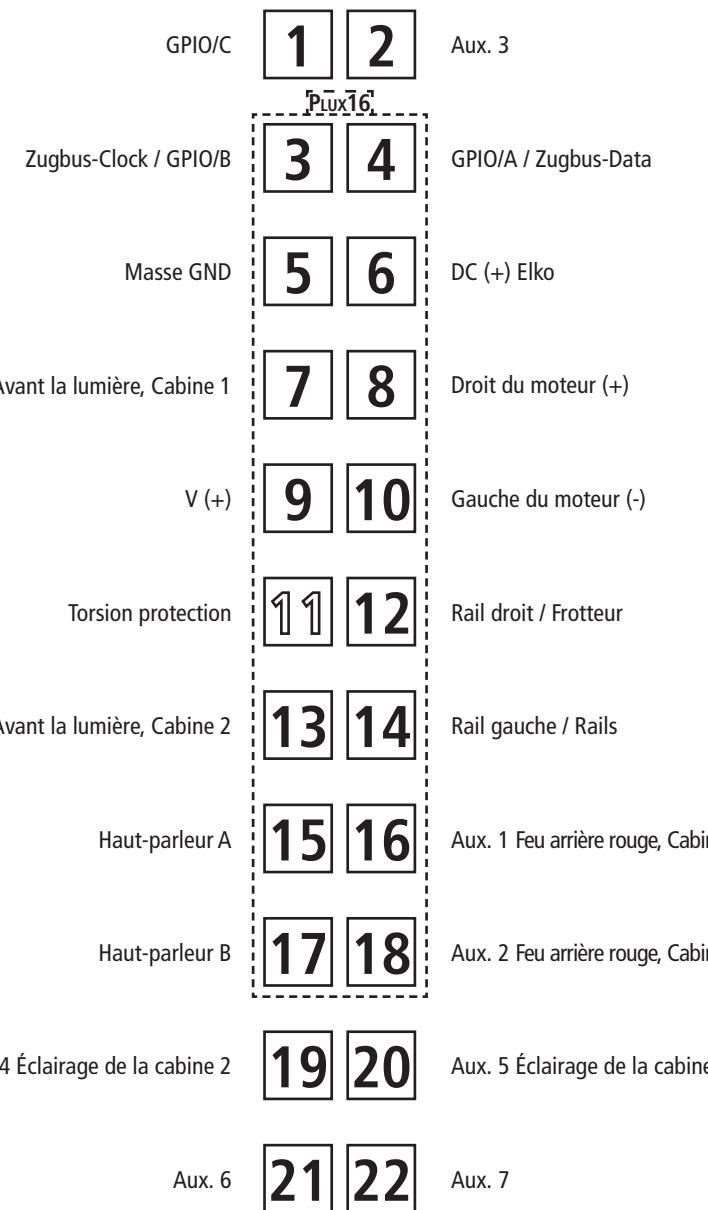
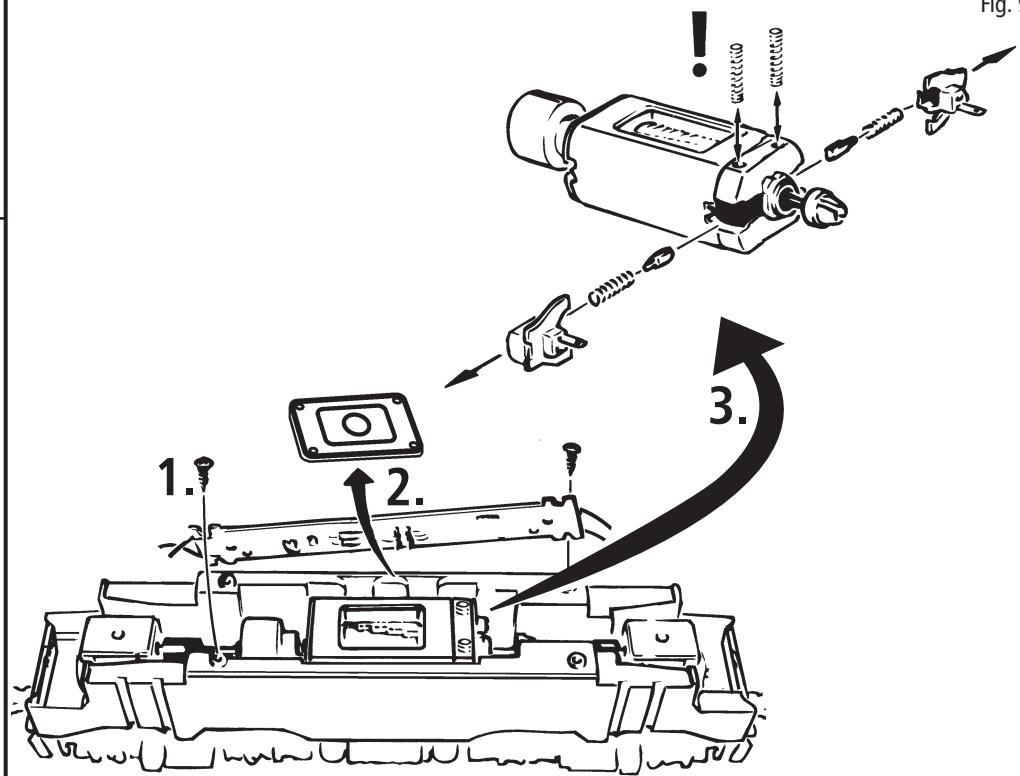
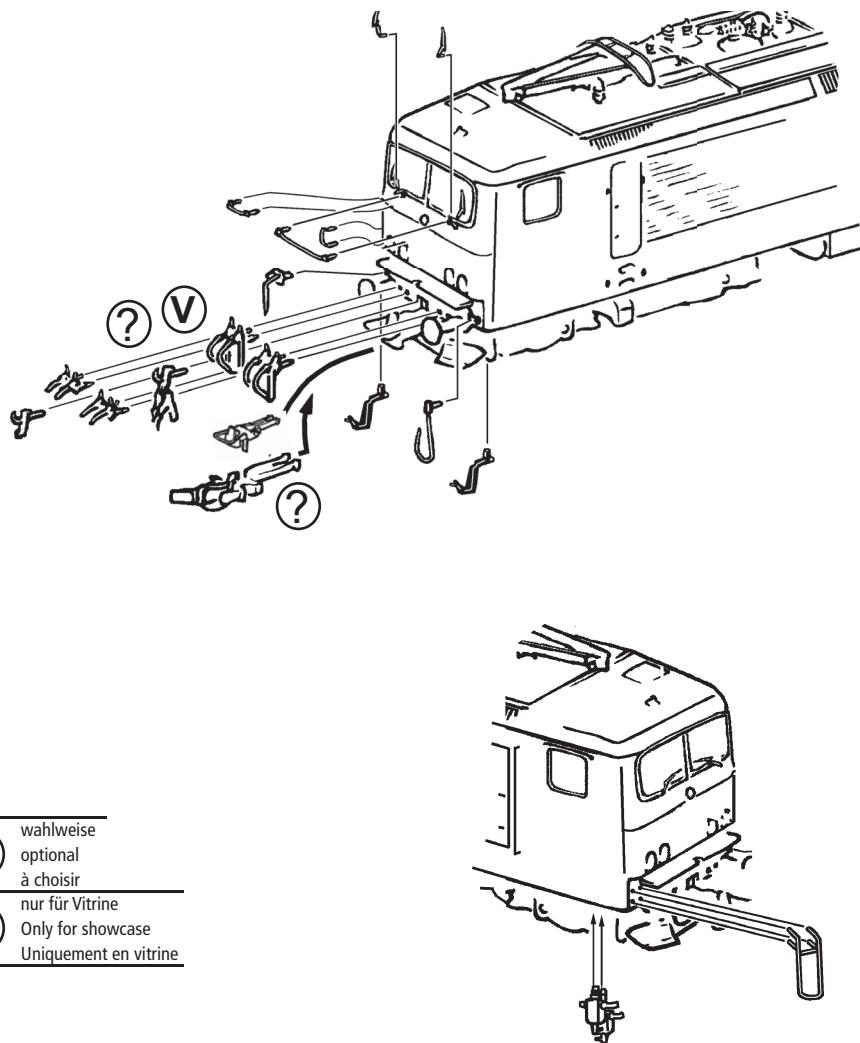

Fig. 5
Fig. 10
Fig. 3
**2. Schmierung:** Versiehen Sie die im Schmierplan in Fig. 5 gekennzeichneten Stellen mit nur **kleinen Öltropfen**. Dazu zuerst das Lokgehäuse abnehmen (Fig. 3). Wir empfehlen den ROCO **Öler Art.-Nr. 10906**. Fürs Schmieren der Getriebeteile (Zahnräder, Schnecke) empfehlen wir das **ROCO-Spezialfett Art.-Nr. 10905**. Im Falle der Schmierung diese Teile **nicht ölen**.
**Mehrzugbetrieb:** Zuerst Lokgehäuse abnehmen (Fig. 3). Danach den Brückenstecker aus der Schnittstelle entfernen (diesen sorgsam aufbewahren). Danach den Stecker des Steuerbausteins lagerichtig einsetzen (siehe Fig. 4).
siehe Fig. 10
**4. Kohlebürstenwechsel:** Lokgehäuse abnehmen (Fig. 3). Danach wird der Motor ausgebaut und die Kohlebürsten ausgewechselt (Fig. 9).
**A.C. pick up:** see fig. 10
**2. Lubrication:** Apply **tiny oil drops** to spots marked in fig. 5. Prior to lubrication dismantle locomotive (fig. 3). We recommend using item no. **10906, Roco oiler**. For lubrication the gearparts (e.g. cogwheels, worm) we would recommend our Roco **special grease** (item no. **10905**).
**4. Carbon Brush Changing:** First remove loco body (fig. 3), and then the motor (fig. 9).
**2. Graissage:** N'appliquez qu'une tout petite goutte aux endroits indiqués par le plan de graissage (fig. 5) après avoir démonté la caisse de la locomotive (fig. 3). Nous vous recommandons le **graisseur à huile Roco réf. 10906**. Pour graisser les engrenages (roues dentées, vis sans fin) nous vous conseillons la **graisse spéciale Roco réf. 10905** pour engrenages en matières synthétiques. Lorsque vous utilisez cette graisse il faut éviter d'huiler ces composants.
voir fig. 10
**4. Remplacement des balais du moteur:** Démontez la caisse (voir fig. 3). Démontez ensuite le moteur et échangez le balais (fig. 10).